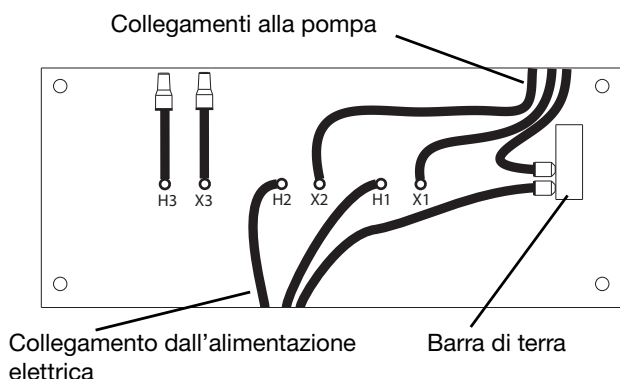

FIG. 9: Collegamenti del cablaggio del trasformatore
5. Fare riferimento alla **FIG. 9** a pagina **12** e collegare i fili del cavo di alimentazione ai fili contrassegnati H1 e H2 all'interno del trasformatore.
6. Collegare il filo di messa a terra del cavo di alimentazione alla barra di messa a terra all'interno del trasformatore come mostrato in **FIG. 9** a pagina **12**.
NOTA: gli altri fili mostrati in **FIG. 9** (H3, X3) sono collegati in fabbrica e non sono necessari per collegare il trasformatore alla pompa.